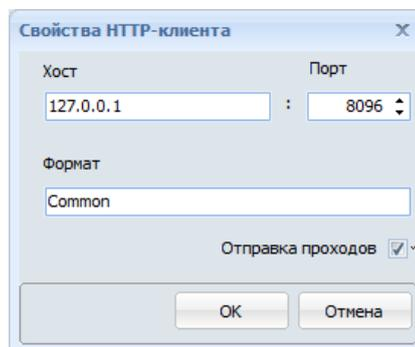

Рис. 3 Окно Свойства HTTP-клиента
- Чтобы пополнить список клиентов необходимо в правой части окна в поле *Клиенты* нажать кнопку **Добавить** и в открывшемся окне **Свойства HTTP-клиента** ввести IP-адрес и номер порта компьютера, который будет принимать информацию, а затем нажать **Ок** (Рис. 3) (следует выбрать незанятый порт и добавить его в исключения в Firewall и Антивирус);